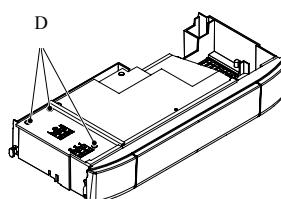

Fig. 6.7
- Loosen the screws D and remove the service panel (Fig. 6.7).
- Ослабьте болты D и снимите сервисную панель (рис. 6.7)